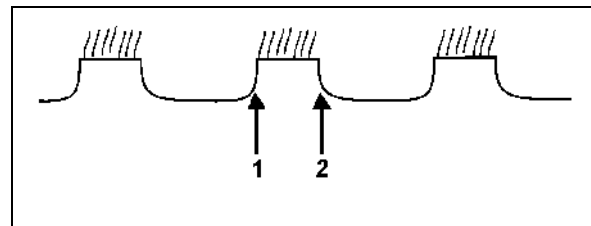

Рис. 21
- (Рис. 21) – 1-й ряд дисков сдвиньте вправо и проверьте заново.